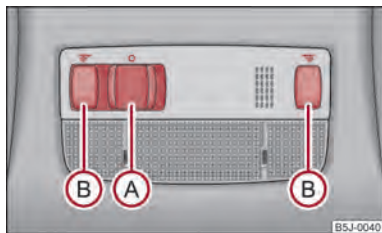

Fig. 27 Iluminarea interiorului - Varianta 1
- Dacă apăsați comutatorul (A) înspre centrul lămpii, apare simbolul ☞ ⇒ fig. 27.
- Apăsați întrerupătorul (B) ⇒ fig. 27, pentru a aprinde sau stinge lumina de citit din dreapta, respectiv din stânga.